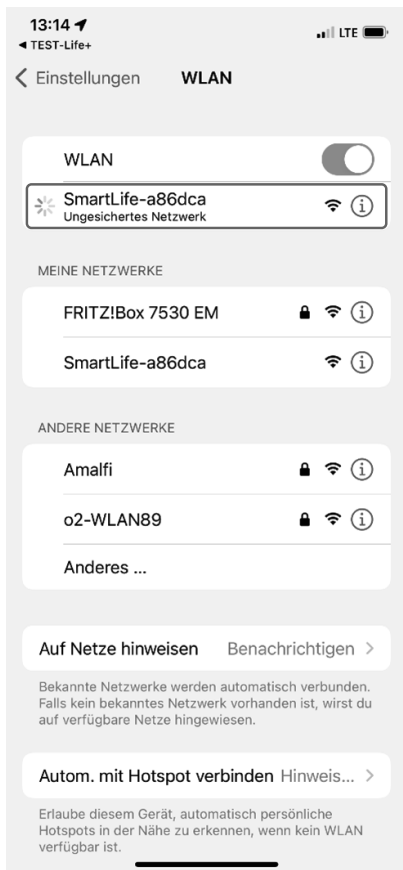

Abb. 9
- Wählen Sie nun an Ihrem Smartphone/Tablet unter „Verfügbare Netzwerke“ das Netzwerk des Saugroboters SMARTLIFE-XXXX aus (**s. Abb. 9**).